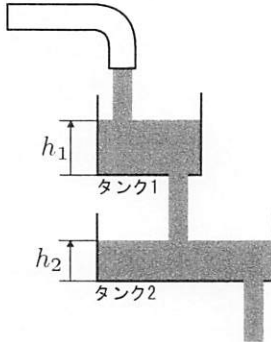

図 2-1
- (1) 図 2-1 に示すようなタンクシステム (液位系) を考える. タンク i ($i = 1, 2$) の液位を h_i , 断面積を A_i , 流入量を v_i^{in} , 流出量を v_i^{out} とする. 各タンクの流入出量および液位の変化に関して $A_i \frac{d}{dt} h_i(t) = v_i^{\text{in}}(t) - v_i^{\text{out}}(t)$, $v_i^{\text{out}}(t) = a_i \sqrt{2gh_i(t)}$ が成り立つ. ただし g は重力加速度, a_i はタンク i の流出路断面積である.